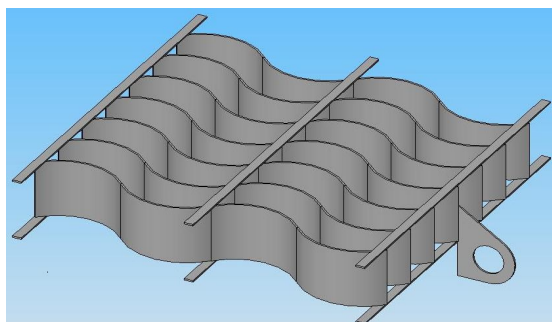
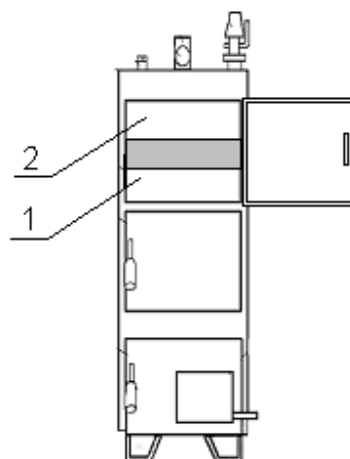

Рис.5
Рис.6
- При повышенной тяги, чтобы достигнуть экономичную работу котла, надо применять турболизаторы дымовых газов(→рис.5). В зависимости от интенсивности тяги турболизаторы вставляются в обоих газоходах котла или в одном из них(→рис.6).